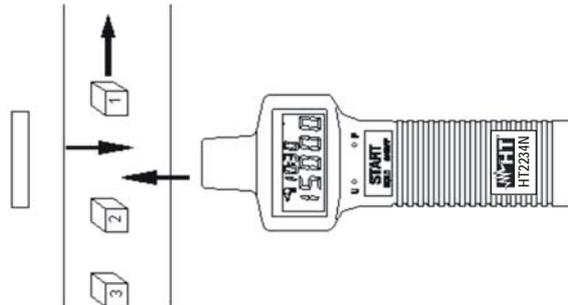

Fig. 6: cuenta de eventos con red rojo interno
1. Contre, aunque necesario, un trozo de cinta reflectante en la superficie que se verá reflejada por el LED interno. Posicione el instrumento en la proximidad de la unidad Emisora como en la Fig. 6: